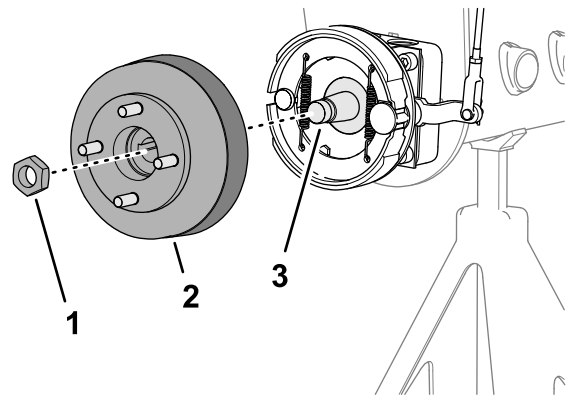
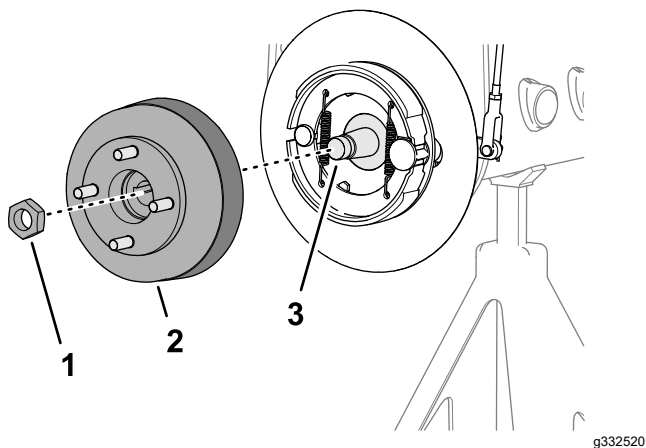

図 64
図 65
1. ハブをホイールモータのシャフトに固定しているロックナットを外す 図 64または 図 65。
4. 所定のホイールハブ プラーを使用してホイールハブとブレーキドラムをホイールモータのシャフトから抜き取る 図 64 または 図 65。